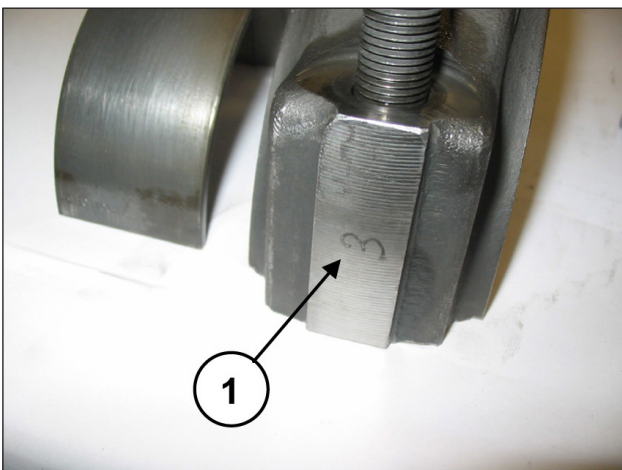

Fig. 24
Para evitar possíveis erros do chapéu e semi-hastes, foram numerados em um lado (pos. ①, Fig. 24).